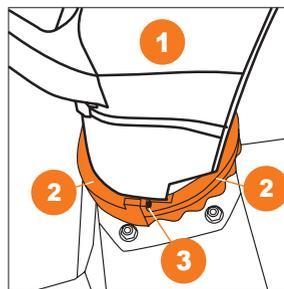

Рис. 23
- Установите желоб **1** на отверстие выброса снега корпуса снегоуборочника. Установите пружинную пластину, зафиксируйте её и желоб двумя пластиковыми зажимами **2** до щелчка, скрепите их саморезами **3** (Рис. 23).